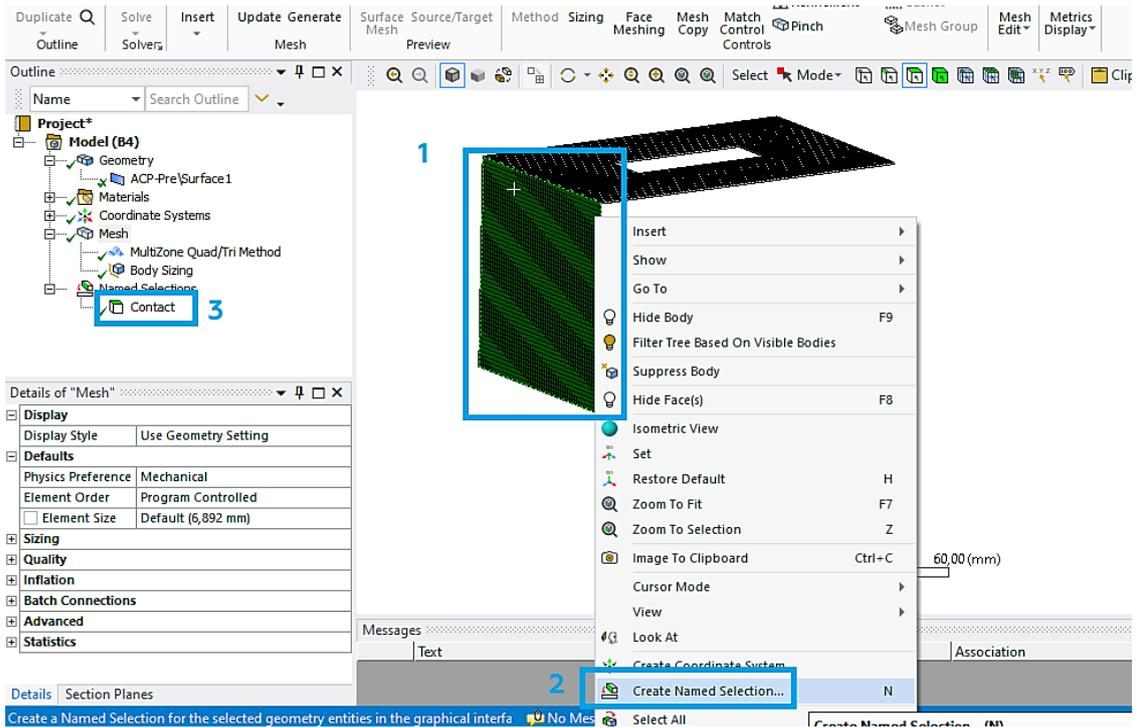

Рис. 15. Присвоение имен для поверхностей
12.5. Присваиваем имя контактной поверхности. Выделяем область ЛКМ, после чего нажимаем на неё ПКМ (1) и выбираем **Create Named Selection...** (2) (рис. 15). В итоге две поверхности будут иметь персональное название (3).